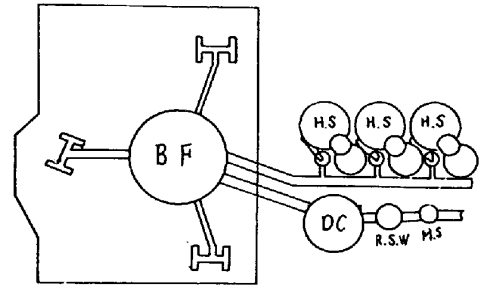

図1. レイアウト
- (1) 出銑口3本を各々独立とし、出銑回数増を可能にした。(図1)
- (2) 全樋をブロック化した。スキナー部迄は2分割とし50Tクレーン(補巻10T)にて取替る。
- (3) 傾注樋を、6ヶ設置し、樋長さの減少をはかった。
- (4) 出銑口上移動作業床を設け、羽口取替、重油吹込みの作業改善をはかった。